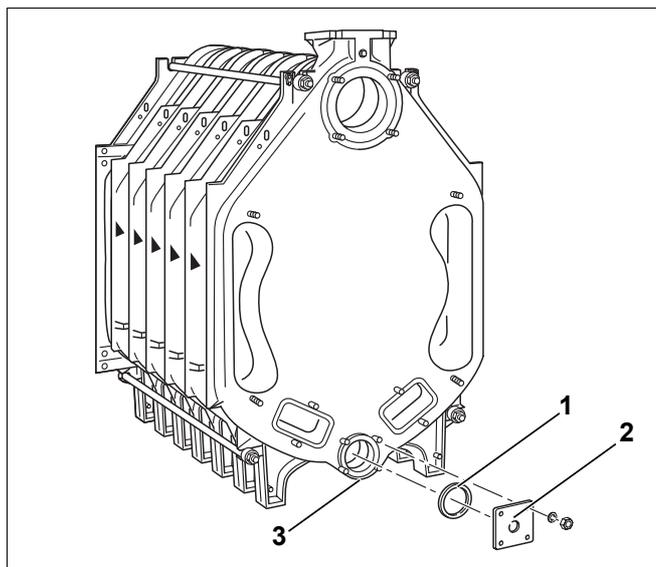

Bild 26 Flansch montieren
- ▶ Untere Kesselnabe (Bild 26, **Pos. 3**) von vorne und hinten verschließen. Dazu entsprechende Dichtung (Bild 26, **Pos. 1**) auf die jeweilige Kesselnabe legen und Blindflansch der Kantenlänge 110 mm aufschrauben.
Der Flansch mit der Gewindebohrung (R ¾) für den Füll- und Entleeranschluss (Bild 26, **Pos. 2**) wird dabei auf der Kesselrückseite montiert.